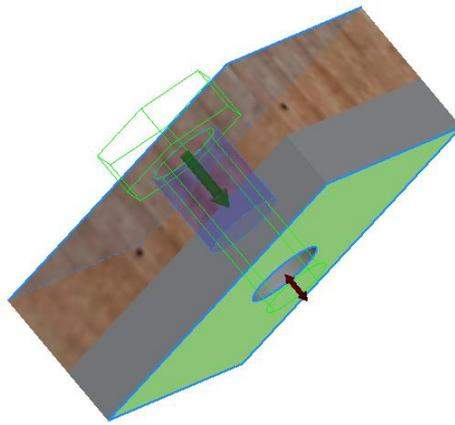

Рис. 70. Выбор ограничивающей плоскости
5. Выберите кнопку «Ограничение»  и укажите нижнюю грань второй пластины (рис. 70).